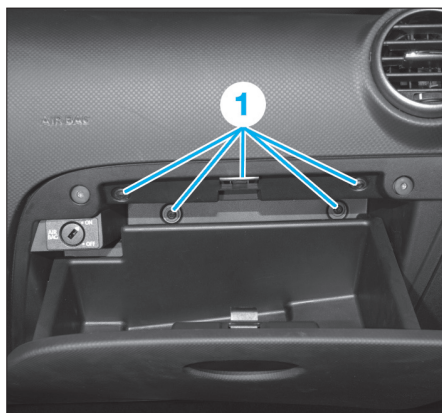

Fig. 25
- Déposer les vis supérieures (1) (Fig.25).